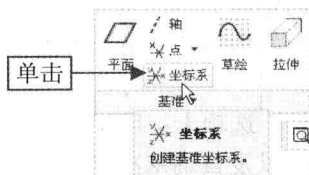

图 4-72 单击“坐标系”按钮
Step 02 在“功能区”选项板的“模型”选项卡中,单击“基准”面板中的“坐标系”按钮,如图 4-72 所示。